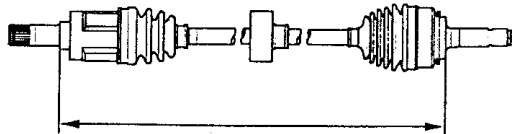

图 6-82 测量半轴长度
10) 按图 6-82 所示调整半轴的长度, 然后调整护罩位于完全压缩和完全膨胀的半行程处。确认护罩端部在半轴和接头的凹槽内完全就位。